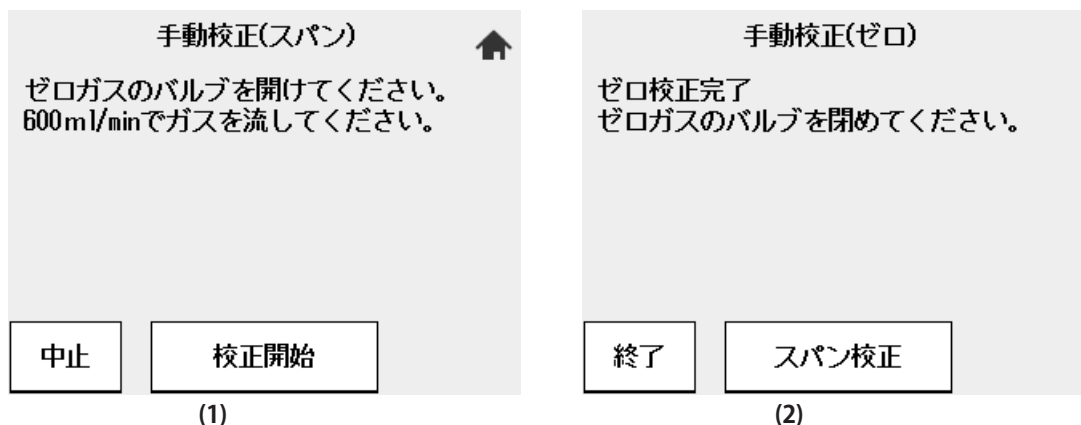

図8.32 ゼロガスの手動校正
- (1) 校正実行中、変換器の表示に図 8.32(1) の画面が表示されたら、流量設定器のゼロガス流量設定バルブを開き、流量を $600 \pm 60 \text{ mL/min}$ に調整します。ロックナット付のバルブは、ロックナットを緩めたうえ、バルブシャフトを反時計方向にゆっくりと回してください。流量の確認は、校正ガス流量計で行います。
- (2) 流量を調整しタッチパネルから「校正開始」を選択します。トレンドグラフを見て、測定値が安定したところで [Enter] キーを押します。図 8.32(2) の表示に変わります。ゼロガス流量設定バルブを閉じ、ゼロガスの流通を停止してください。なお、測定時にバルブが緩んでゼロガスがセンサ部に漏れ込むことのないよう、ロックナットは必ず締め付けてください。